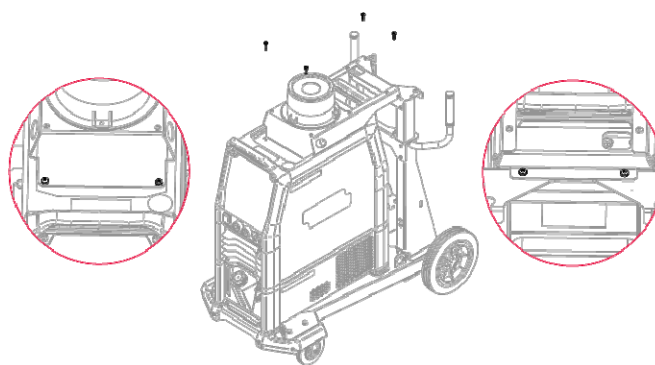

Figura 6
- Assemblaggio finale: il gruppo di raffreddamento deve essere assemblato assieme al dispositivo Speedtec con viti M6x16 (Figura 6).